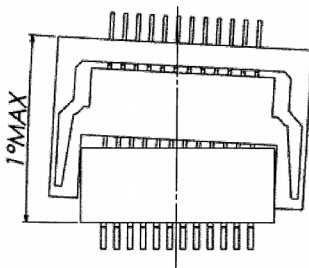
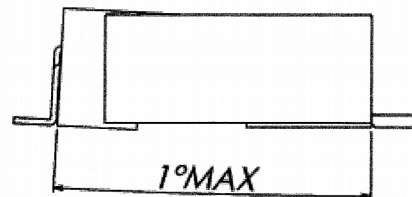

図 3/ Fig.3
図 4/ Fig.4
- ・嵌合時の許容角度は図3~図4 になりますので、記載角度以下で使用して下さい。
/Please mate below the angle of the figure 3, 4.